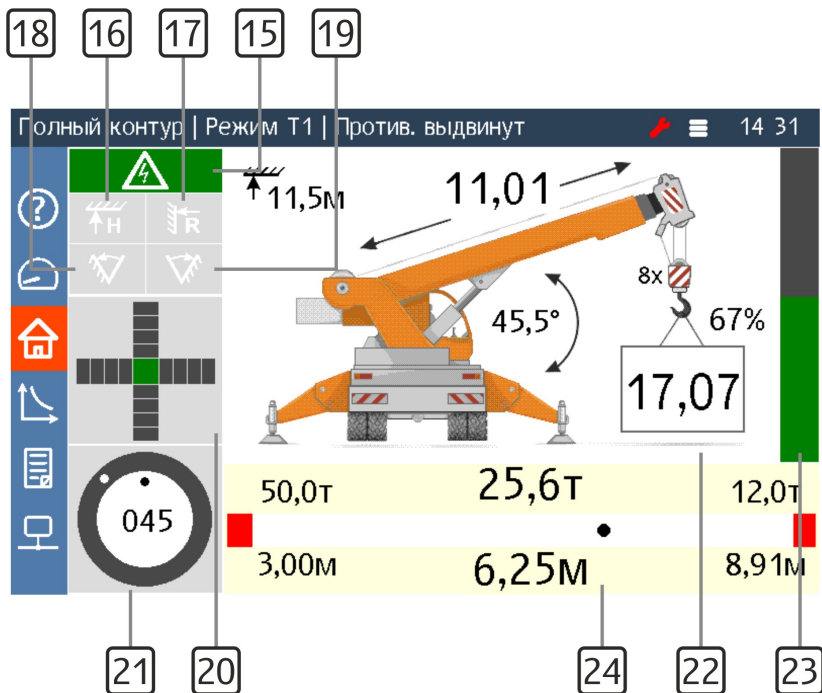

Рисунок 4 — Основной экран
- 3 Убедиться в запуске блока индикации, включении основного экрана (см. рисунок 4), проконтролировать яркость и четкость изображения.